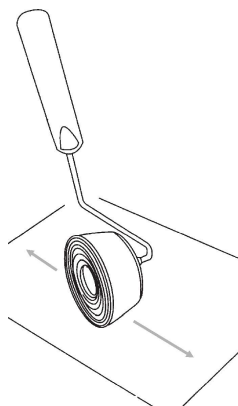

Fig. 8
6. Cargue el cabezal rodándolo sobre un periódico viejo durante 2 minutos o hasta que esté totalmente cubierto de pintura (Fig. 8).